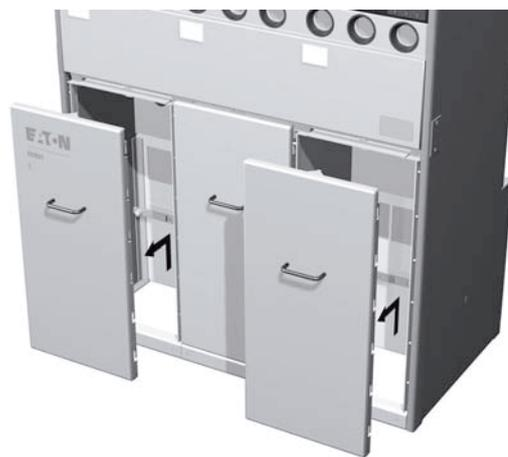

Рис. 3-4. Дверцы выдвинуты для доступа к кабельному отсеку
2. Выдвиньте дверцы левой и правой панелей, как показано на Рис. 3-4.